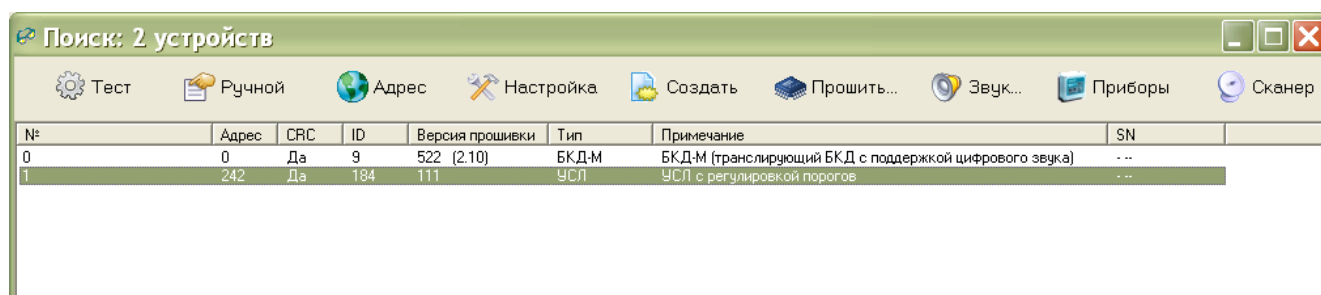

Рисунок 16
5) Выполнить команду поиска устройств «БКД/Поиск устройств...». В открывшемся окне «Поиск» выбрать строку с требуемым УСЛ-П, в графе таблицы «Версия прошивки» выводится номер версии встроенного программного обеспечения (рисунок 16). Считанный номер версии встроенного программного обеспечения УСЛ-А должен соответствовать рекомендуемому предприятием-изготовителем.
5) Выполнить команду поиска устройств «БКД/Поиск устройств...». Для обновления программного обеспечения следует в окне «Поиск» выбрать строку с требуемым УСЛ-П, нажать на кнопку «Прошить...» (рисунок 16).